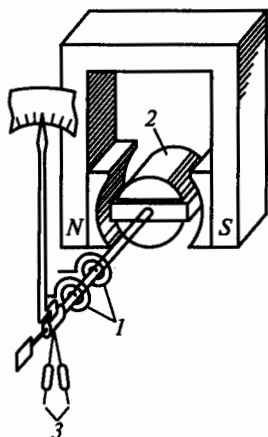

Рис. 164
**5.9.** Назначение какой части прибора магнитоэлектрической системы (рис. 164) указано неправильно?